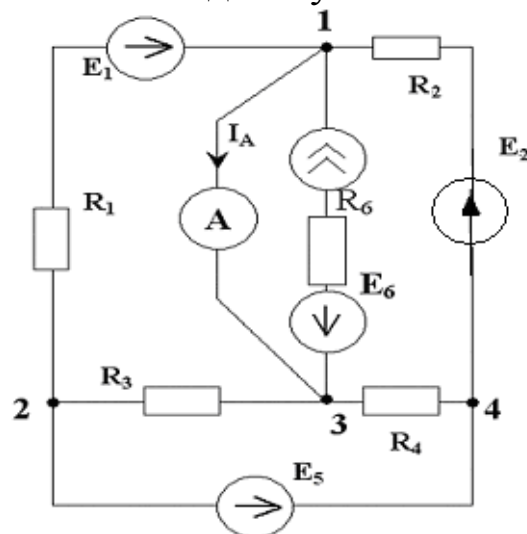

Рис. 4
7. В соответствии с требованием 5ого пункта задания параллельно ветви с источником тока включаем идеальный амперметр (рис.4). Его можно считать нагрузкой активного 2х-полюсника (случай короткого замыкания его зажимов “1” и ”3”).